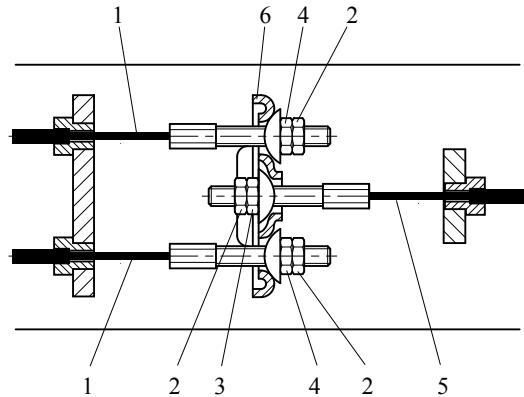
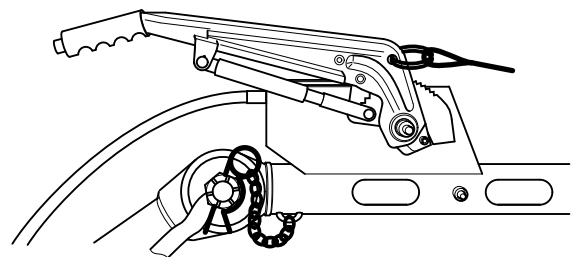

Fig. 5.7 Arrangement bremsekabler
Fig. 5.8 Håndbremsegreb nede - bremse ikke aktiveret
Kontroller udlignerens position (fig. 5.7, 6) med parkeringsbremsen aktiveret.
Fjern låsestiften (4). Eliminer frigang i bremsekabler. Check alle låsemøtrikker (fig. 5.7,2).
1. Med trækøjet trukket helt ud og håndbremsen trykket ned (fig. 5.8) løsnes låsemøtrikkerne (fig. 5.7, 2). Justeringsmøtrikkerne og bremsekabelmøtrikkerne (fig. 5.7, 4) drejes med uret, indtil der ikke er slæk i bremsemekanismen. Udligner (fig. 5.7, 6) skal være vinkelret på hovedbremsekablet (fig. 5.7, 5).
2. Aktiver håndbremsen nogle gange og gentag justeringen. Møtrikkerne låses med låsemøtrikker (fig. 5.7, 2). Fjern hejseværk og klodser.